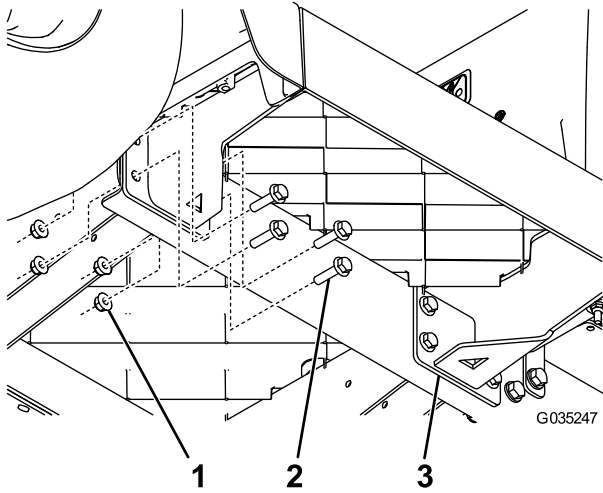

Figure 5
- Montez un nouveau support de plancher au moyen de 8 boulons à embase (5/16" x 1 1/4") et 8 écrous à embase (5/16"), comme montré à la Figure 5.
- Fixez l'autre support de plancher au moyen de 8 boulons à embase (5/16" x 1 1/4") et 8 écrous à embase (5/16"), comme montré à la Figure 5.